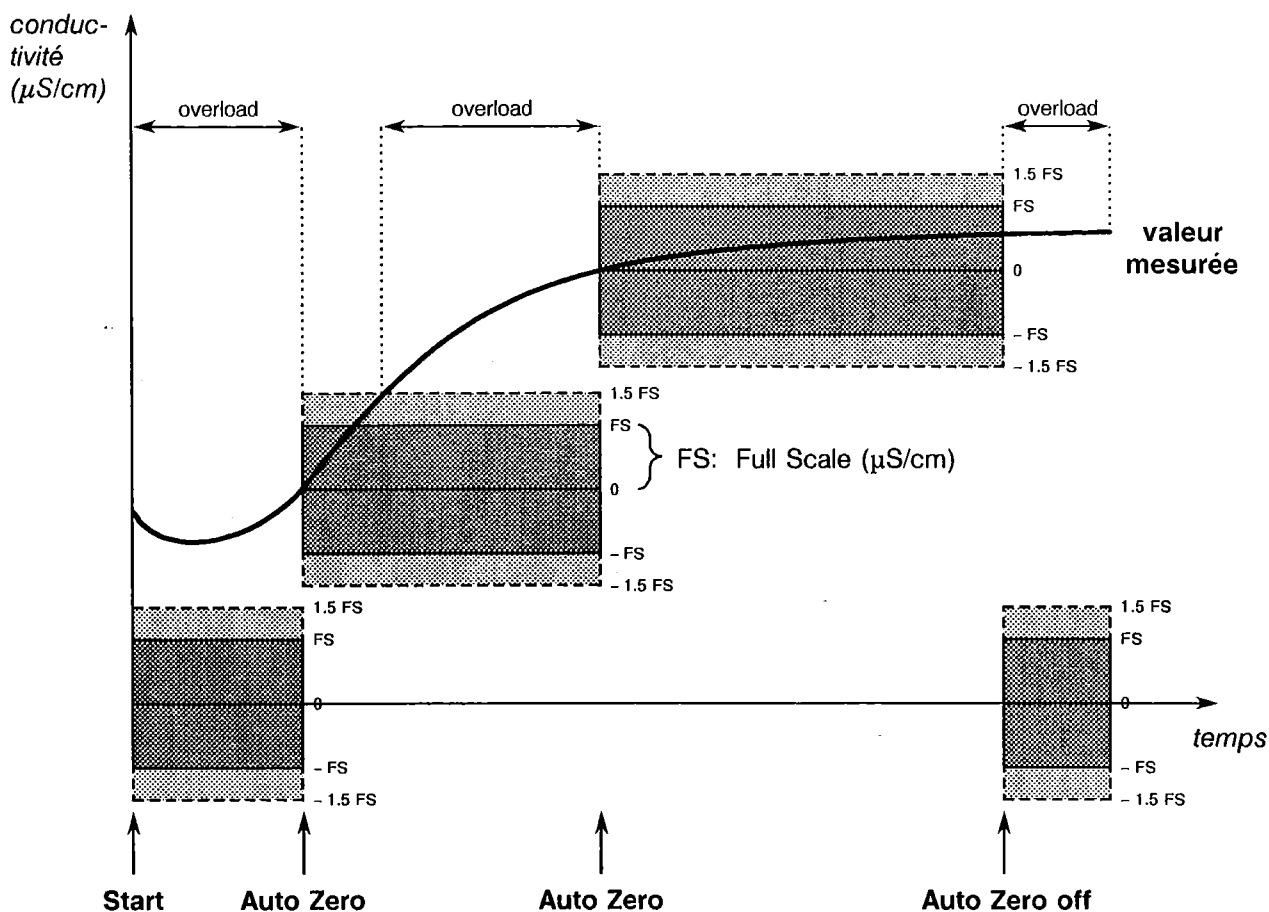

Fig. 18: Auto Zero
On entend par "Auto Zero" la compensation électronique de fond du signal de mesure, c.-à-d. que la conductivité actuelle est prise comme zéro de la gamme Full Scale choisie. La fonction Auto Zero est représentée graphiquement à la Fig. 18. Avant le premier enclenchement de la fonction Auto Zero, ou après son interruption, le point zéro de la gamme Full Scale (FS) est à $0 \mu\text{S/cm}$; pour la mettre à la valeur mesurée actuelle, on actionne la touche Auto Zero (7). En utilisant les douilles de raccordement (22) la fonction Auto Zero peut aussi être commandée extérieurement (voir Chap. 7.2).
Si la lampe overload (8) s'allume, ça veut dire que la valeur mesurée dépasse de plus de $\pm 150\%$ la gamme Full Scale (voir Fig. 18).